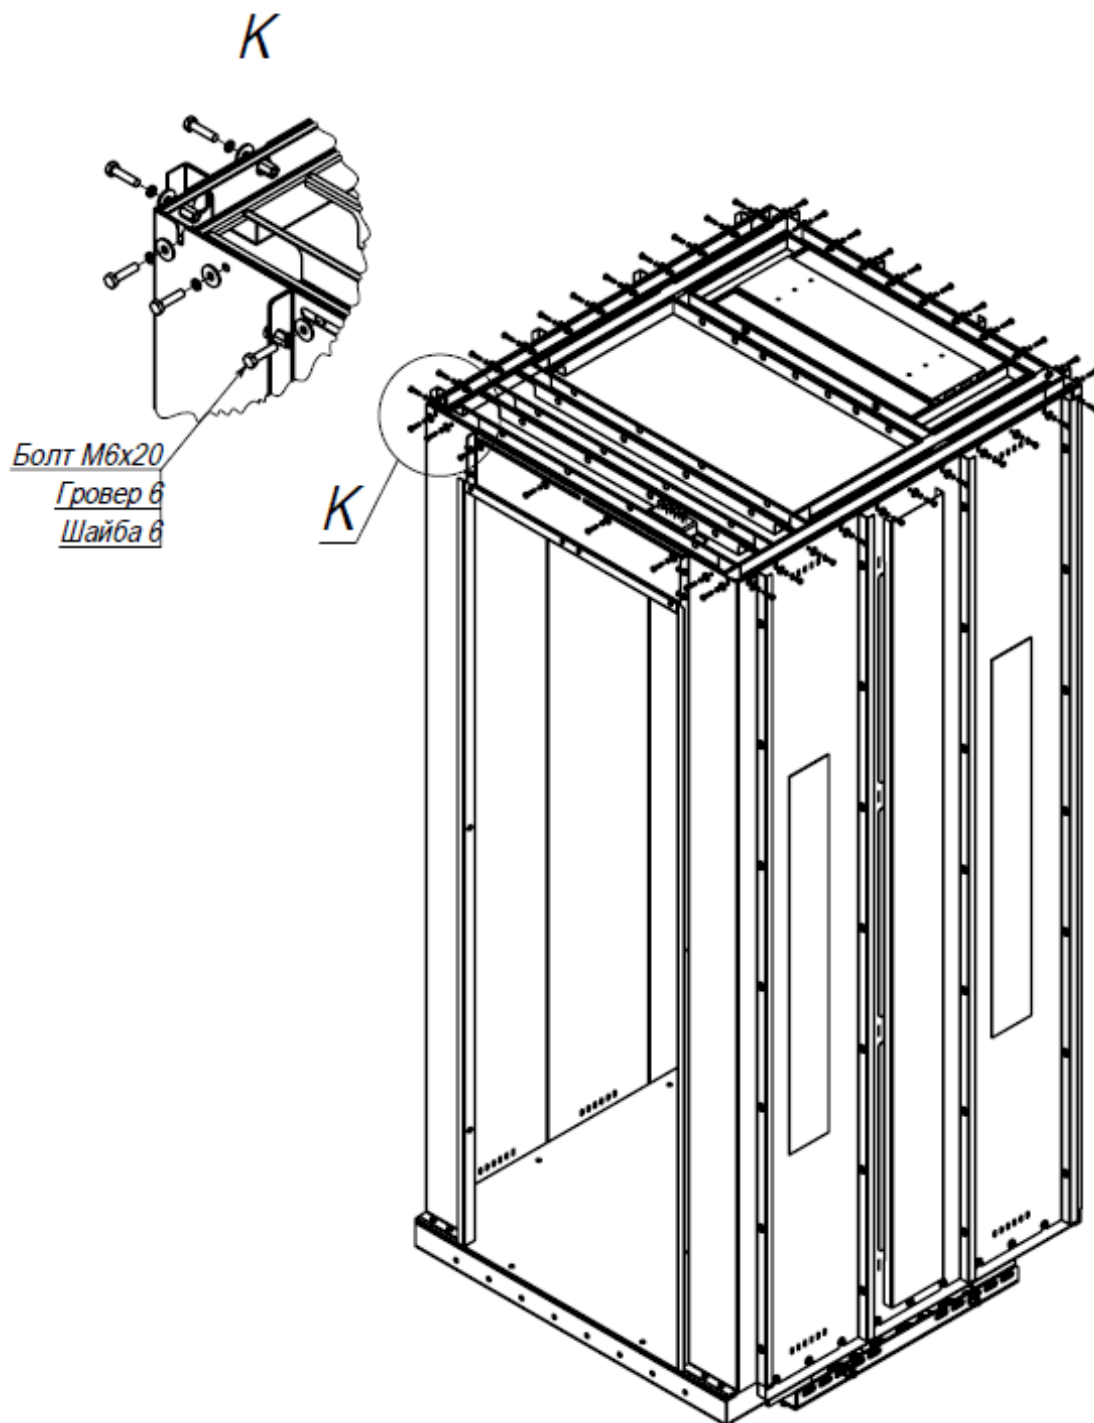

Рис.36
7.4.10. Застропить потолок купе и с помощью монтажной лебедки установить его на щиты купе, закрепить болтами (рис.36).